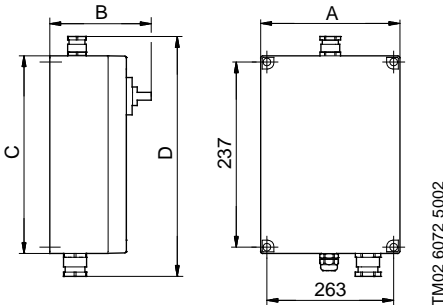

Fig. 6
- Retirer la face du coffret et monter le boîtier de commande sur une surface plane à l'aide de quatre vis passées dans les orifices de montage, sur le fond du coffret, voir fig. 6. Les entrées de câble pour la pompe et l'interrupteur à flotteur doivent être pointées vers le bas.